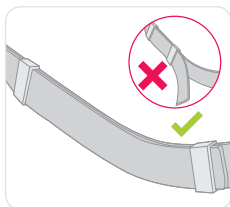

Figure 16
- Utilisez les passants en plastique pour retenir toute partie de sangle libre. (Voir Figure 16).